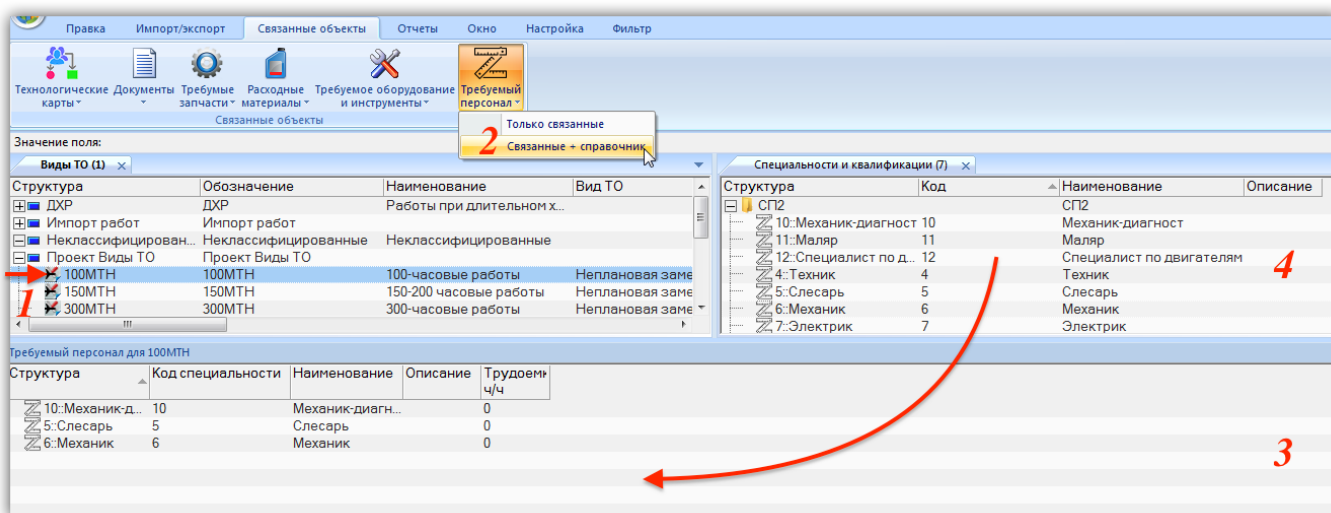

Рис. 17-25 – Специальности и квалификации, необходимые для выполнения вида ТО
- 2) Выделить вид ТО в окне «Виды ТО» (1 на рис. 17-25).